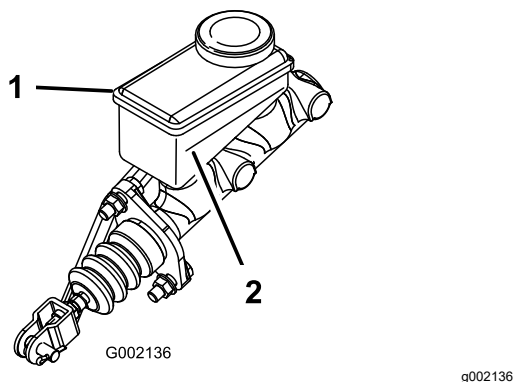

图 63
5. 观察油箱侧面的油位线图 63。
- B. 向油箱添加 DOT 3 刹车油直至液位到达最低标志线上方图 63。